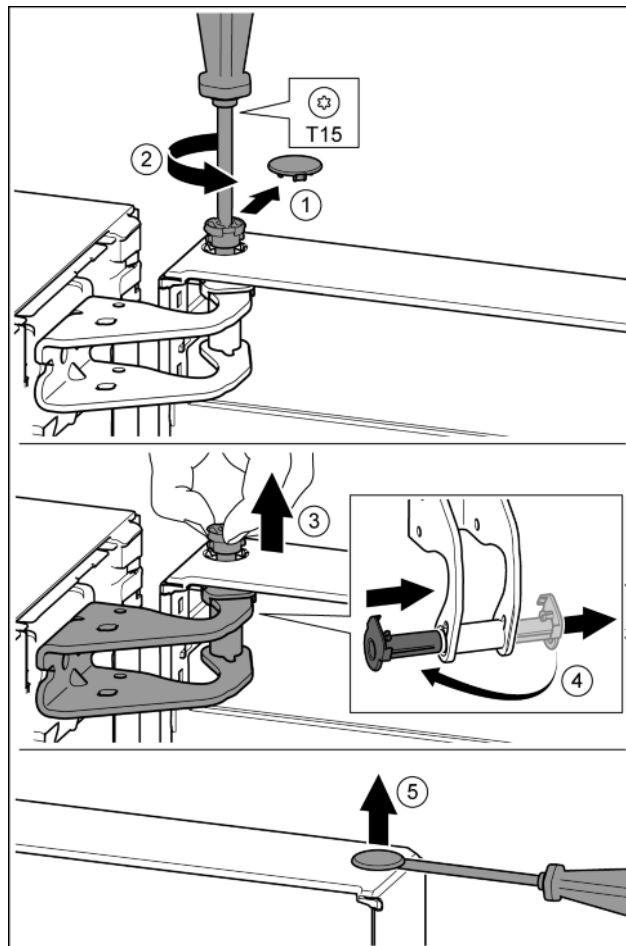

Fig. 12
- Осторожно снять предохранительную крышку. *Fig. 12 (1)*
- Немного выкрутить палец отверткой T15. *Fig. 12 (2)*
- Удерживать дверь и вытянуть палец рукой. *Fig. 12 (3)*
- Опорную втулку вывести из направляющей. Установить и зафиксировать с другой стороны. *Fig. 12 (4)*
- Осторожно приподнять шлицевой отверткой заглушку из опорной втулки двери и вынуть. *Fig. 12 (5)*